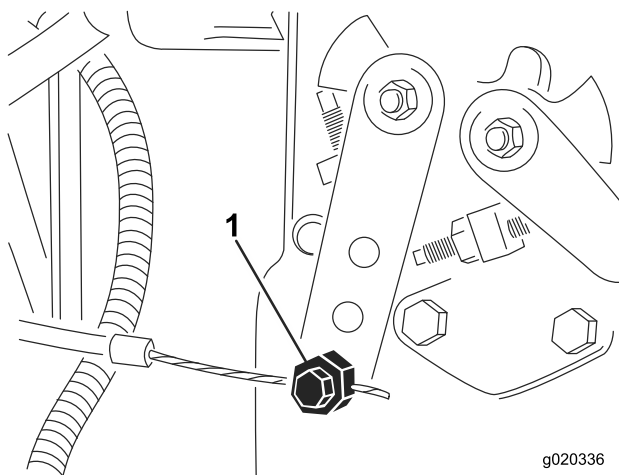

Figure 61
2. Desserrez le connecteur du câble d'accélérateur sur le bras du levier de la pompe d'injection (Figure 61).